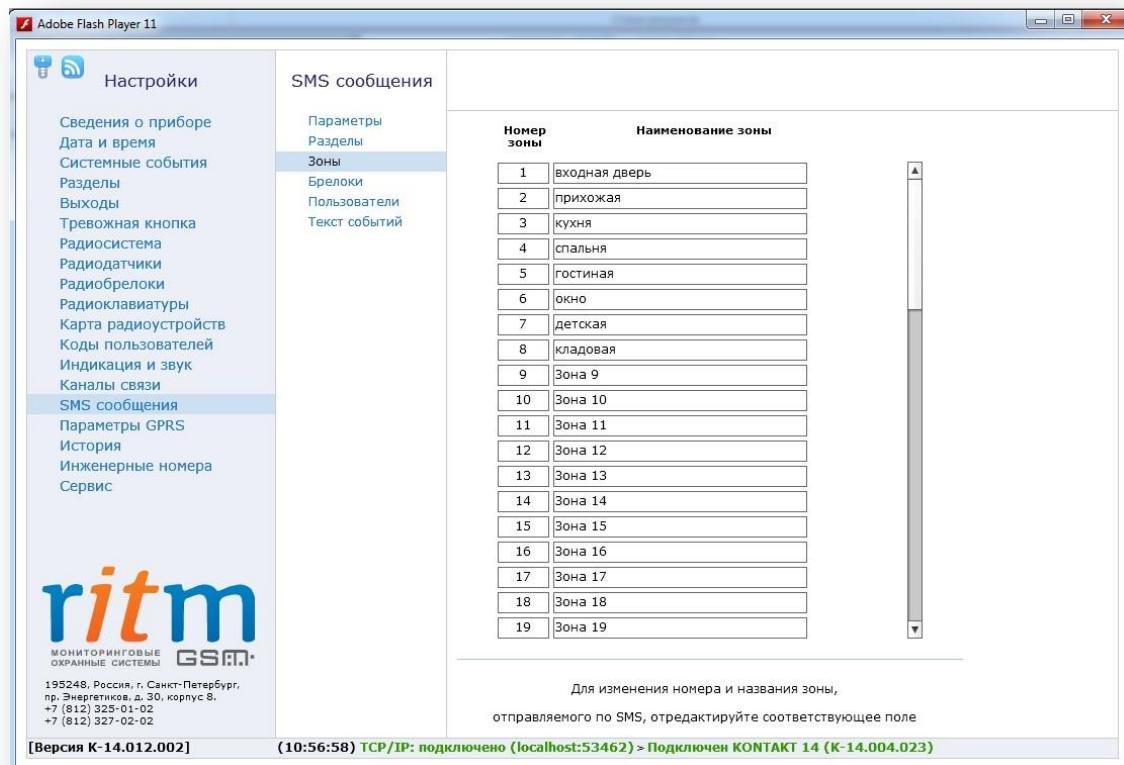

Рисунок 36. Страница настройки зон SMS-сообщений
3. «Зоны» (см. рис. 36)
На странице «Зоны» (см. рис. 36) присваивается наименование каждой зоне для текстового описания в SMS-сообщениях — вместо номера зоны в сообщении отображается введённый здесь текст. Возможно назначение любых двухзначных номеров зон, но для корректной работы номер зоны на этой странице должен совпадать с номером зоны на странице «Радиодатчики». По умолчанию номера зон указаны по порядку.